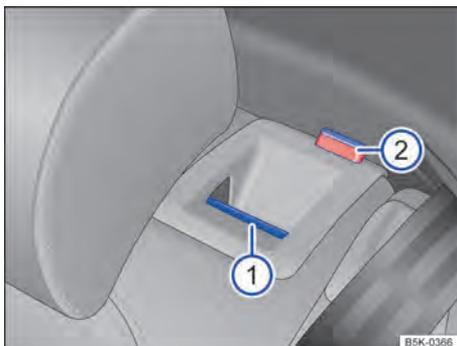

Fig. 84 No encosto do banco traseiro: botão de destravamento ①, marcação vermelha ②.
- Puxar o botão de destravamento → Fig. 84 ① para frente e, ao mesmo tempo, rebater o encosto do banco traseiro para frente.
- A respectiva parte de encosto do banco traseiro estará destravada quando uma marcação vermelha ② estiver visível.
O encosto do banco traseiro estará destravado quando a marcação vermelha → Fig. 84 ② estiver visível.